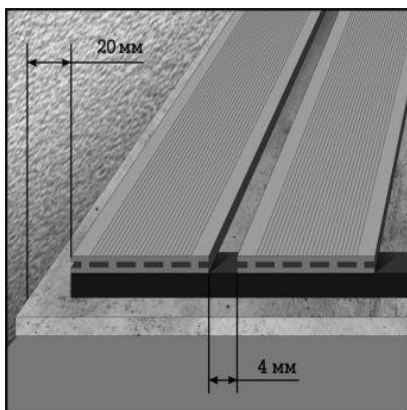
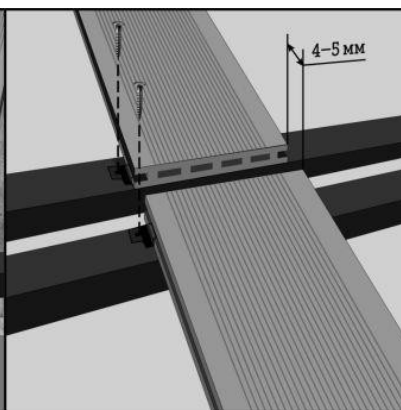

рисунок 6
рисунок 7
- Учитывайте линейное расширение композитного материала – 3 мм на 1 погонный метр доски. Оставляйте зазоры между торцами террасных досок – минимум 4-5мм (рис.6, рис.7) для компенсации линейного расширения материала;